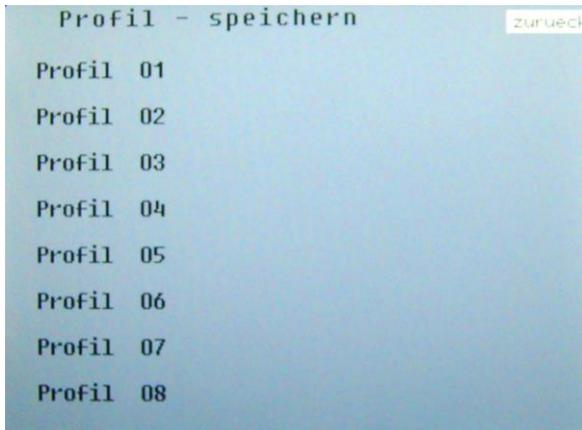

Abbildung 23: Übersicht Menü „Profil speichern“
- b) Die simultane Steuerung (alle Laser gleichzeitig) erfolgt über die Hauptbedienelemente (III, IV, V) des Behandlungsbildschirms. Zur Navigation die Pfeiltasten und die Bestätigungstaste verwenden (Abb. 23).
- i. Standard (V):
1. Stellen Sie die gewünschten Behandlungsparameter im Behandlungsbildschirm (Abb. 23) ein.
2. Gehen Sie vor dem Start der Behandlung in das Menü „Optionen“ und dann auf „Profil speichern“ (Abb. 23). Wählen Sie die gewünschte Profilvernummer aus und bestätigen diese mit der Bestätigungstaste.